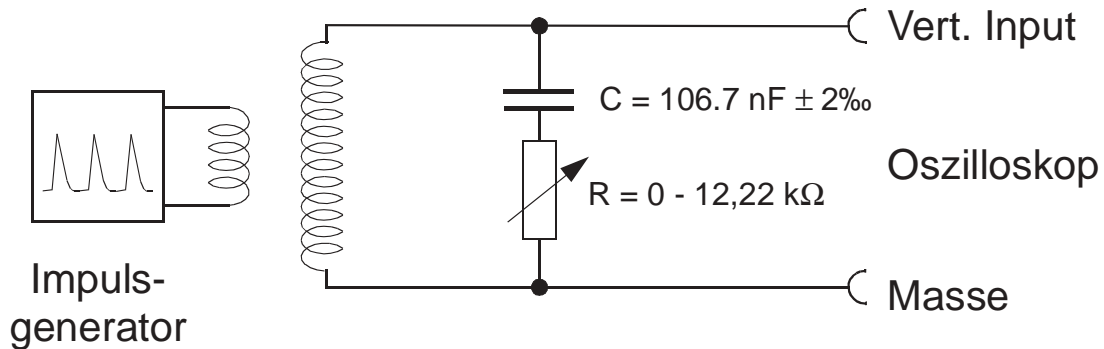

Abb. 1: Schaltungsskizze zu Aufgabe 1
- a) Bestimmen Sie für den in Abb.1 dargestellten Schwingkreis das logarithmische Dekrement  $\vartheta$ , den Dämpfungsfaktor  $\delta$  und die Halbwertszeit  $\tau$  der freien gedämpften Schwingung für den Fall, daß der Dämpfungswiderstand  $R$  auf Null Ohm geschaltet ist. (Wieso ist die Schwingung trotz  $R = 0$  gedämpft?)